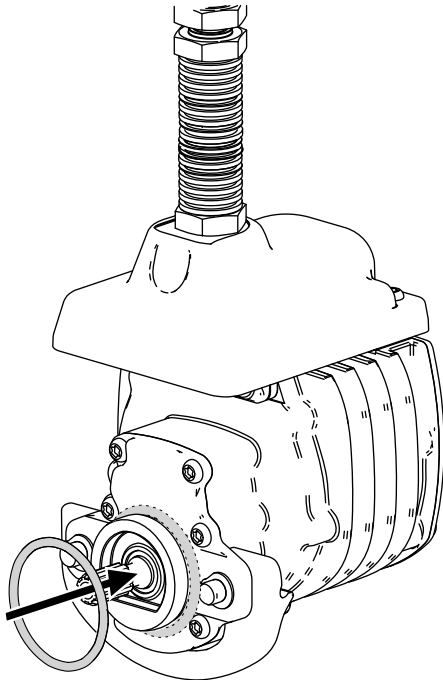

Figura 12
3. Instale una junta tórica en cada motor del molinete, tal y como se muestra en la Figura 12.